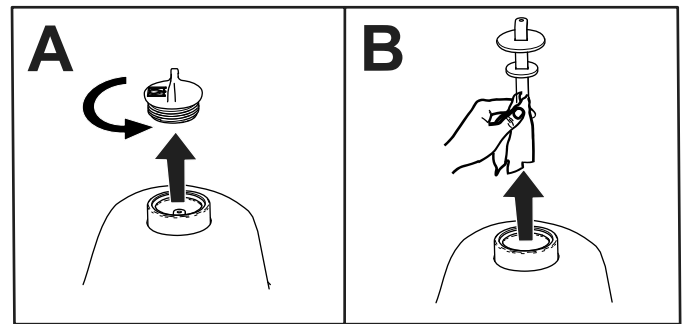

Figura 83
3. Îndepărtați joja de la rezervorul hidraulic și tergeți-o cu o lavetă curată (Figura 83).
2. Îndepărtați bușonul de la rezervorul hidraulic (Figura 83).